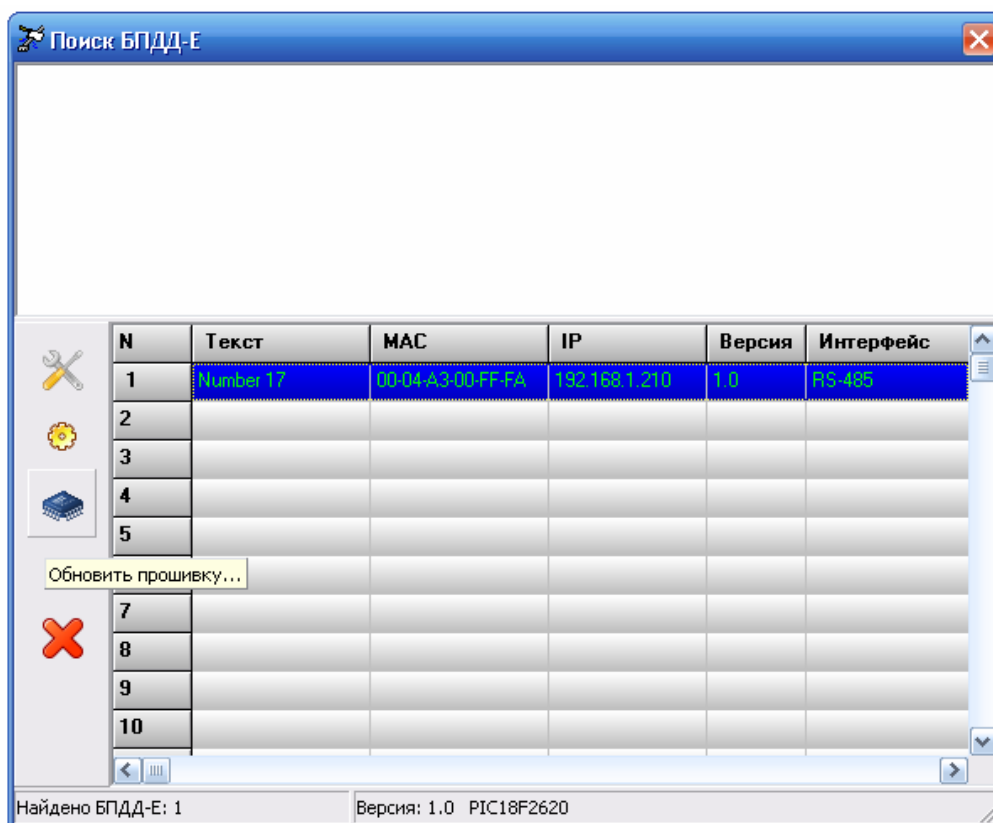

Рисунок 24 – Начало обновления программы БПД-Е
2. Выделите блок БПДД-Е в списке, который требует обновления программного обеспечения, и нажмите кнопку «Обновить прошивку» на панели управления в левой части окна (см. рисунок 24).